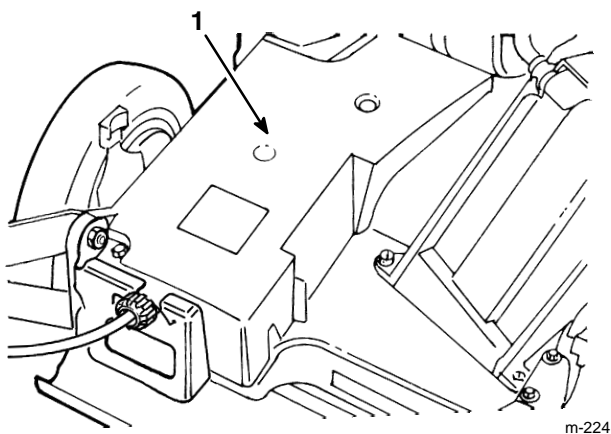

Abbildung 20
2. Die Schrauben entfernen, mit denen die Riemenabdeckung (Abb. 20) am Rasenmähergehäuse befestigt ist, und die Abdeckung herunterheben.